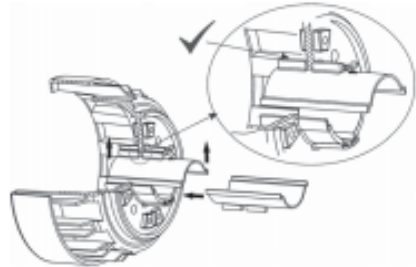

Bild 8.3.2 A Zusammenbau der Wellenmuffen
- Setzen Sie die richtigen Wellenmuffenpaare ein (siehe Anhang A). Achten Sie darauf, dass die Lücke zwischen den Stegen der Wellenmuffe richtig im Bund des Magnetantriebs sitzt. Dieser Sitz garantiert den sicheren Zusammenbau und Auseinanderbau der Wellenmuffen (Bild 8.3.2 A).